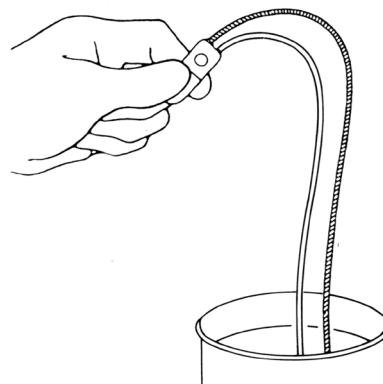

Figura 4-2a. Immergere entrambe le estremità dei tubi nella soluzione di riempimento
1. Posizionare l'estremità di ogni tubo in una bacinella, riempita della soluzione corretta. **(Figura 4-2a)**